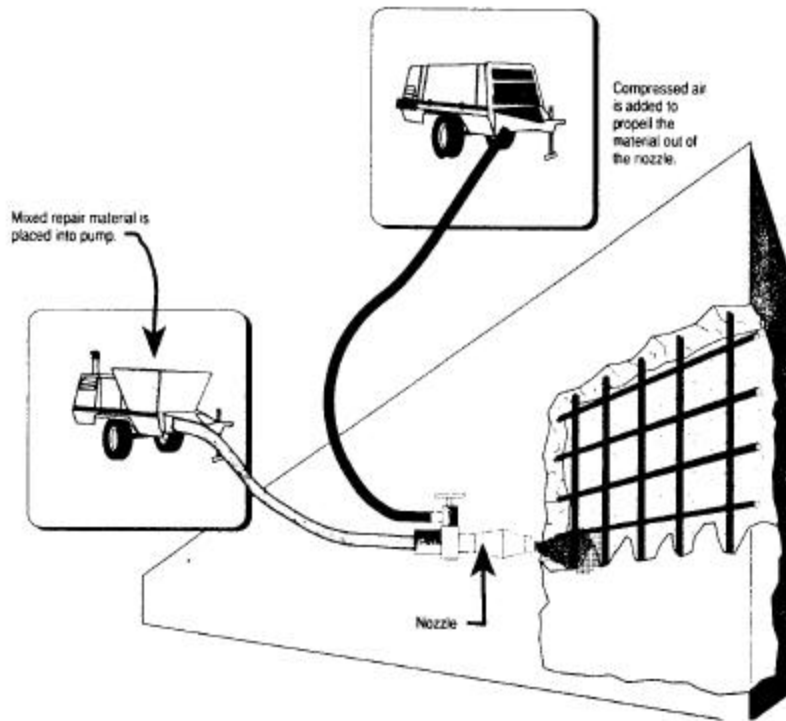

Fig 3.31 - Principe de projection du béton par voie humide.
- Un **boyau d'air comprimé, connecté à l'extrémité du tuyau de pompe (buse)**, permet de projeter le béton sur les surfaces (Fig. 3.31 et 3,32).